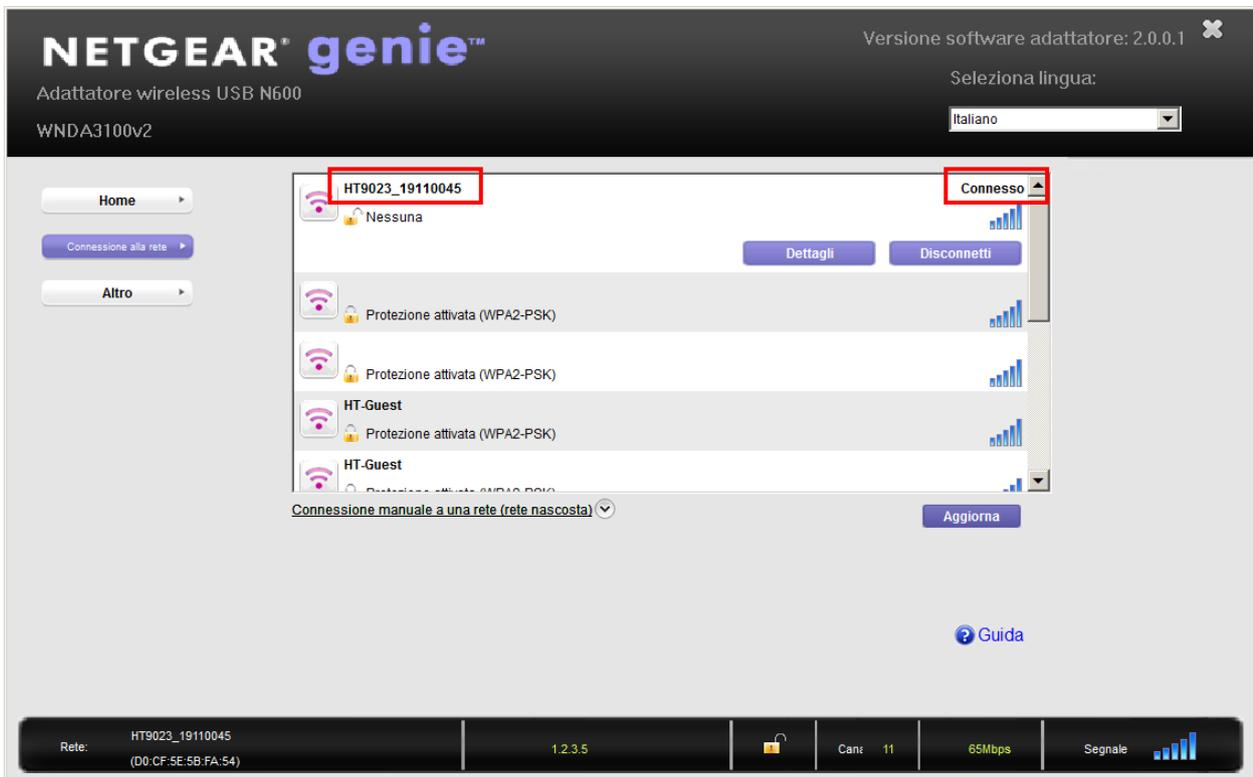

Fig. 15: Collegamento WiFi dello strumento a PC (esempio)
5. Effettuare la ricerca dello strumento “HT9023_xxxxxxx” nel dispositivo WiFi presente a PC ed eseguire la connessione come mostrato a titolo di esempio nella seguente Fig. 15)